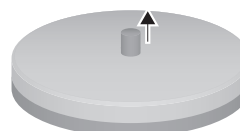

Figure 6 : bouchon dans l'isolation du couvercle.
1. Si vous utilisez le raccord 19 sur le dessus de l'accumulateur, retirez le bouchon en Neodul de l'isolation du couvercle (► figure 6).